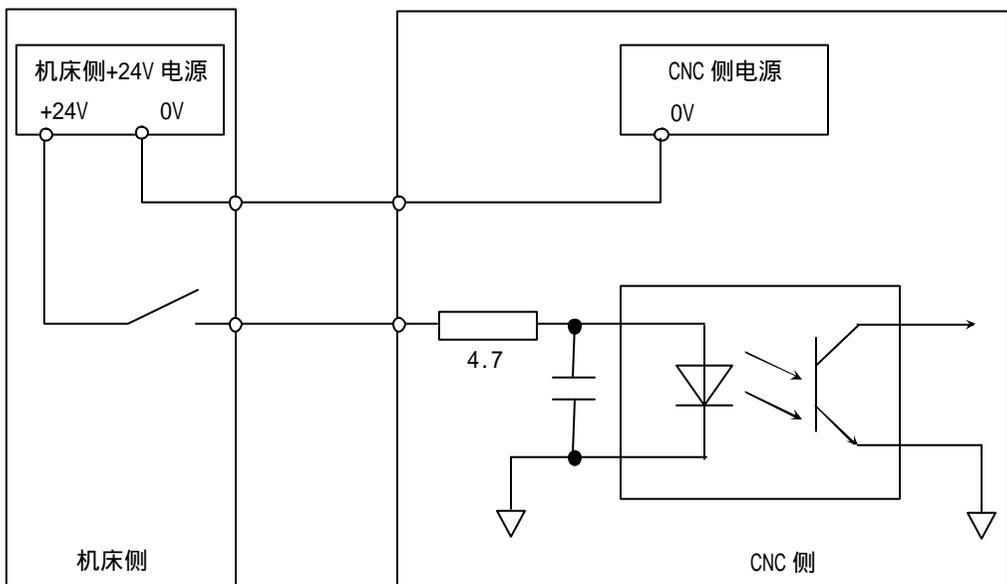

图 4.1.1
(1) 机床侧的触点应满足下列条件：
(2) 此类信号的信号回路如图4.1.1所示。